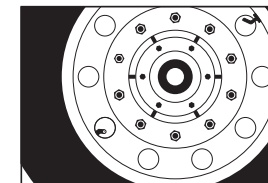

FIGURE 2
- Elles sont situées à 180° l'une de l'autre. (Voir la figure 2)